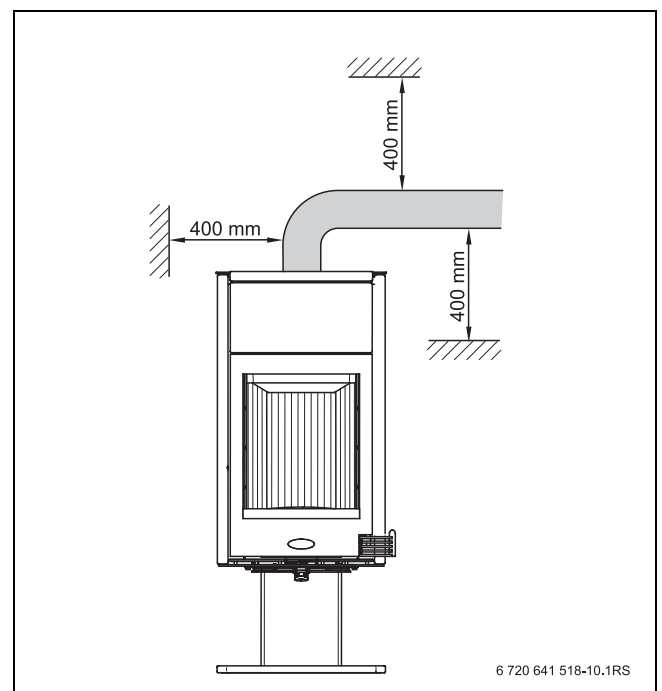

Рис. 14 Безопасные расстояния от дымовой трубы
- ▶ Выдерживайте безопасные расстояния от дымовых труб до горючих материалов по EN 1856-2 (→ рис. 14).